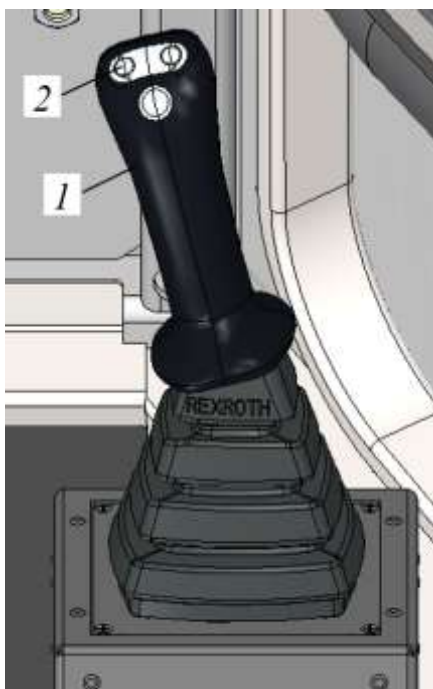

Рисунок 3.49. (правая тумба)
При отклонении джойстика навесного оборудования поз. 1 (рис. 3.49) поперек оси трактора из нейтрального положения:
- при зажатой кнопке управления контргрузом поз. 2 (рис. 3.49):